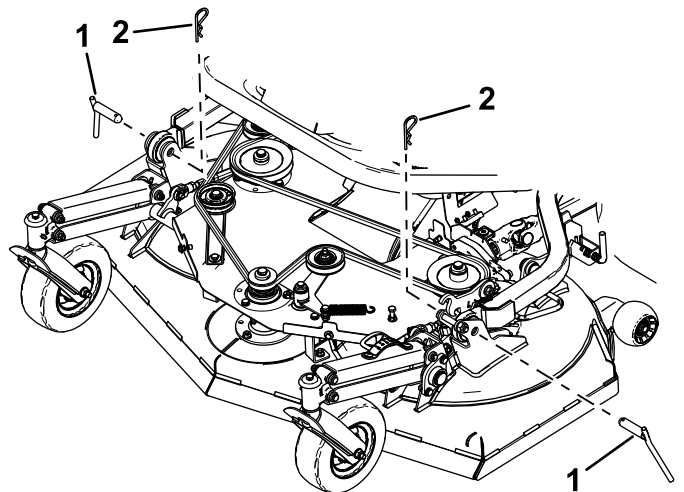

Figure 92
10. Retirez les 2 goupilles fendues et les 2 axes de chape qui fixent les bras de levage de chaque côté de l'unité de coupe (Figure 92).
5. Mettez en place la goupille fendue et l'axe de chape pour fixer les bras levage de chaque côté ; voir Figure 92.